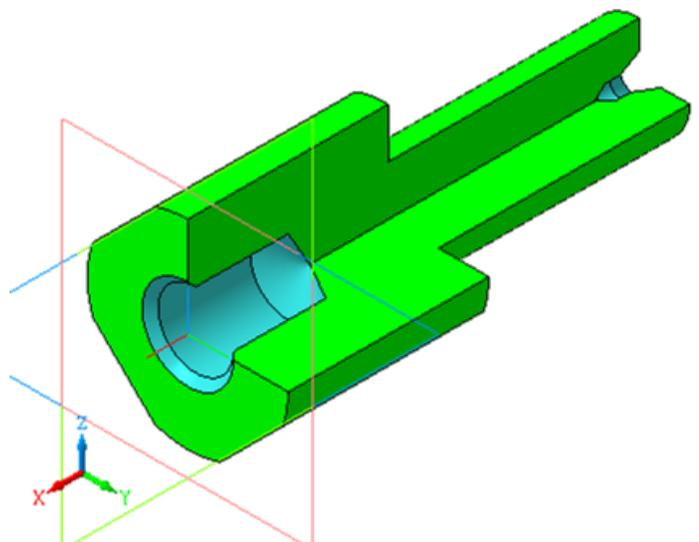

Рис. 3.52. Деталь с отверстиями по торцам
5. Нажать кнопку **Создать объект**. Результат выполненной операции представлен на рис. 3.52.
- Деталь с отверстиями дана на рис. 3.52.